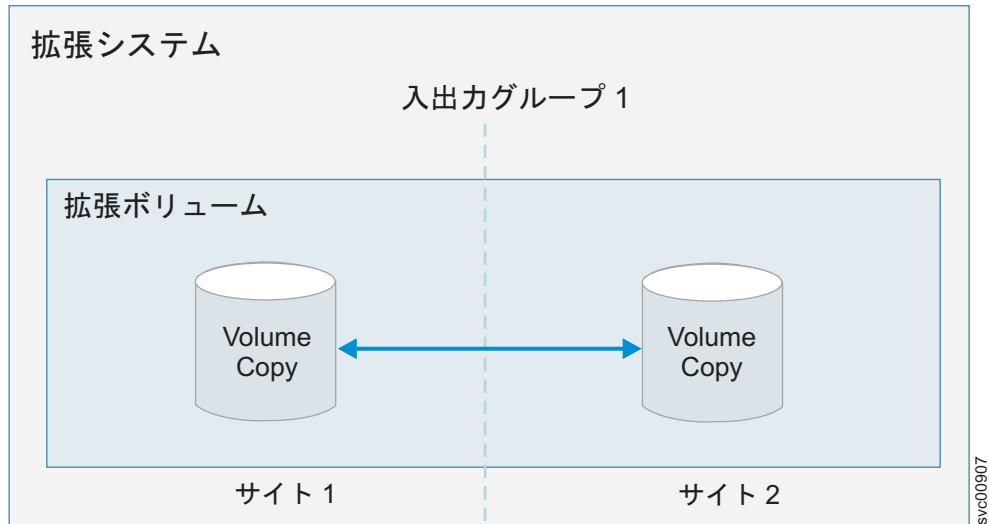

図 5. 拡張ボリュームの例
- 拡張ボリューム。単一のボリュームのコピーが、それぞれ異なるサイトの別々のストレージ・プールに配置されます。6 ページの図 5 に示すように、ボリュームは 1 つの入出力グループにキャッシュされます。拡張ボリュームは、拡張トポロジー・システムでのみ使用できます。